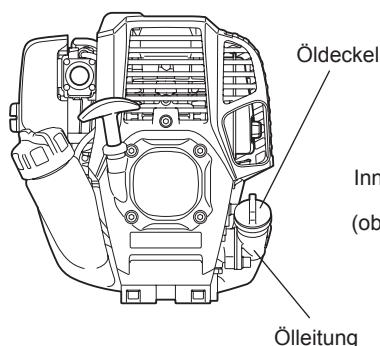

Abb. 1
- Legen Sie den Motor waagrecht ab, entfernen Sie den Öldeckel (Abb. 1) und prüfen Sie, ob Sie Öl im Bereich zwischen den oberen und unteren Grenzmarkierungen der Ölleitung sehen (Abb. 2).